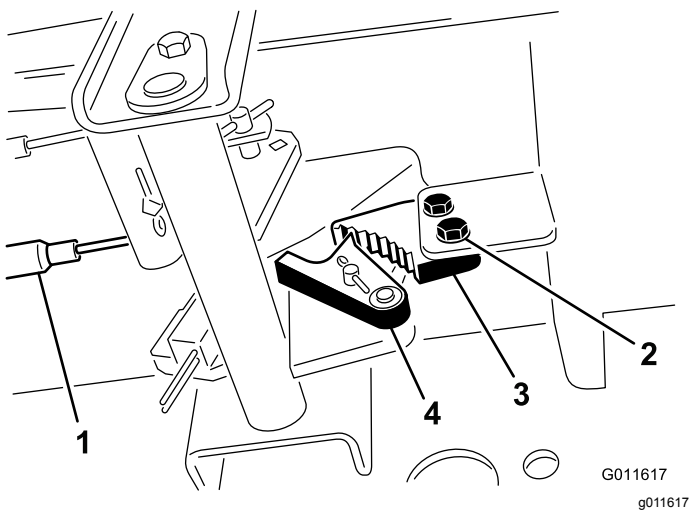

Bild 67
- Lösen Sie die zwei Schrauben, mit denen die Sperre der Feststellbremse am Rahmen befestigt ist (Bild 67).
- Drücken Sie das Pedal der Feststellbremse nach vorne, bis die Bremsenarretierung ganz an der Bremssperre greift (Bild 67).